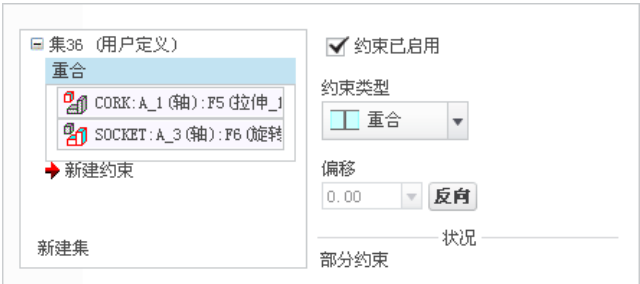

图 9.5.66 “重合”约束参考
- （2）定义轴“重合”约束。轴重合约束的参考如图 9.5.66 所示。